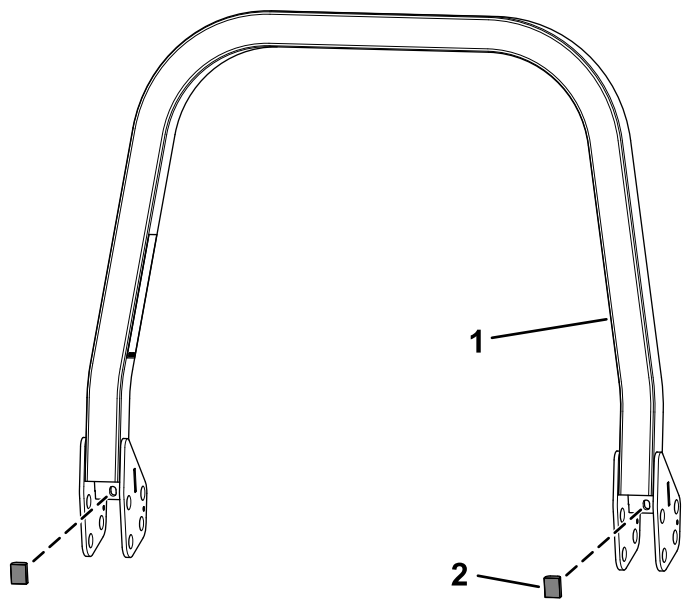

**Figura 1**
1. Sujete provisionalmente los conjuntos inferiores de la barra antivuelco al cortacésped con 2 pernos con arandela prensada ( $\frac{5}{8}$ " x  $3\frac{1}{2}$ " ) y 2 contratuercas ( $\frac{5}{8}$ " ) en cada lado (Figura 1).